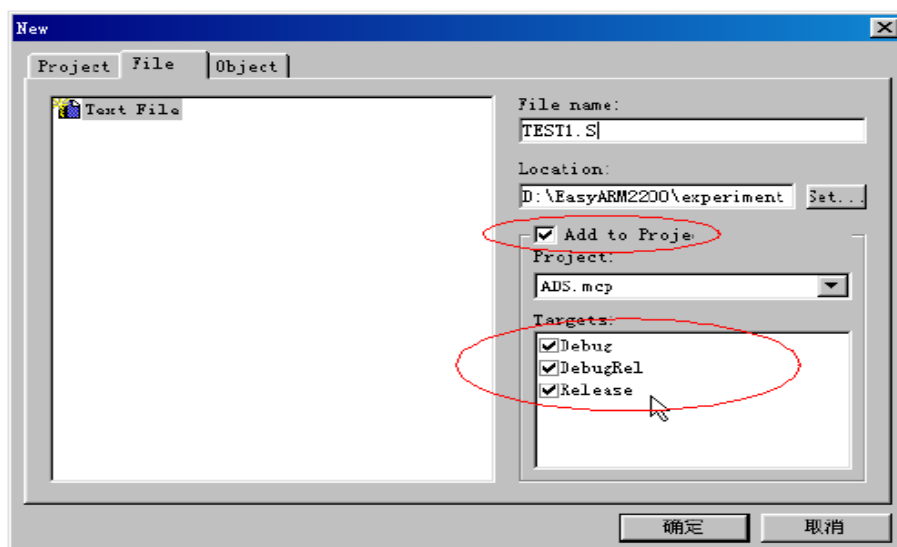
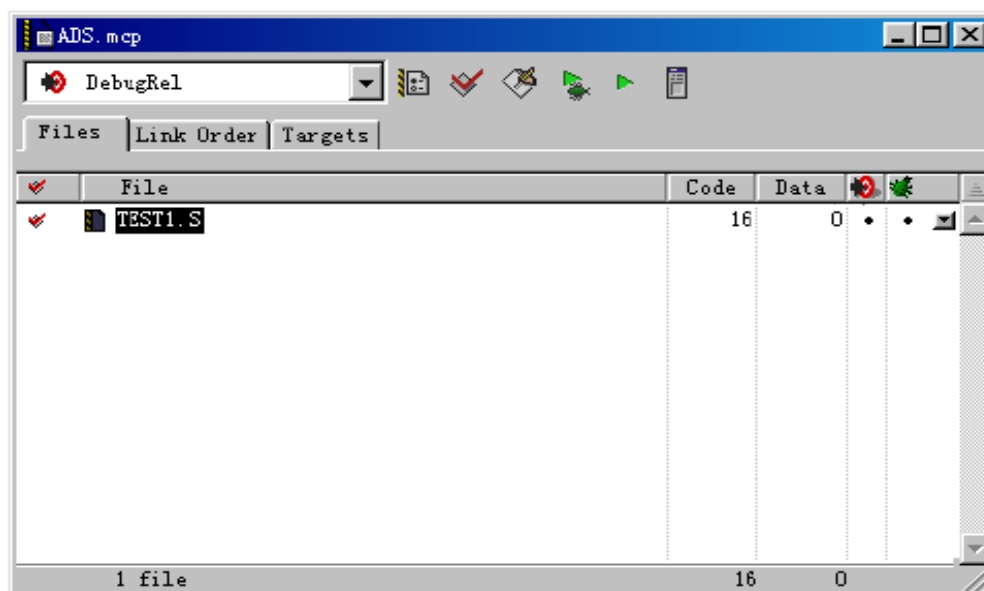

图 1.2 新建文件 TEST1.S
图 1.3 添加了 TEST1.S 的工程管理窗口
2. 选择【File】->【New...】建立一个新的文件 TEST1.S，设置直接添加到项目中，见图 1.2。输入如程序清单 1.1 所示的代码，并保存，见图 1.3。